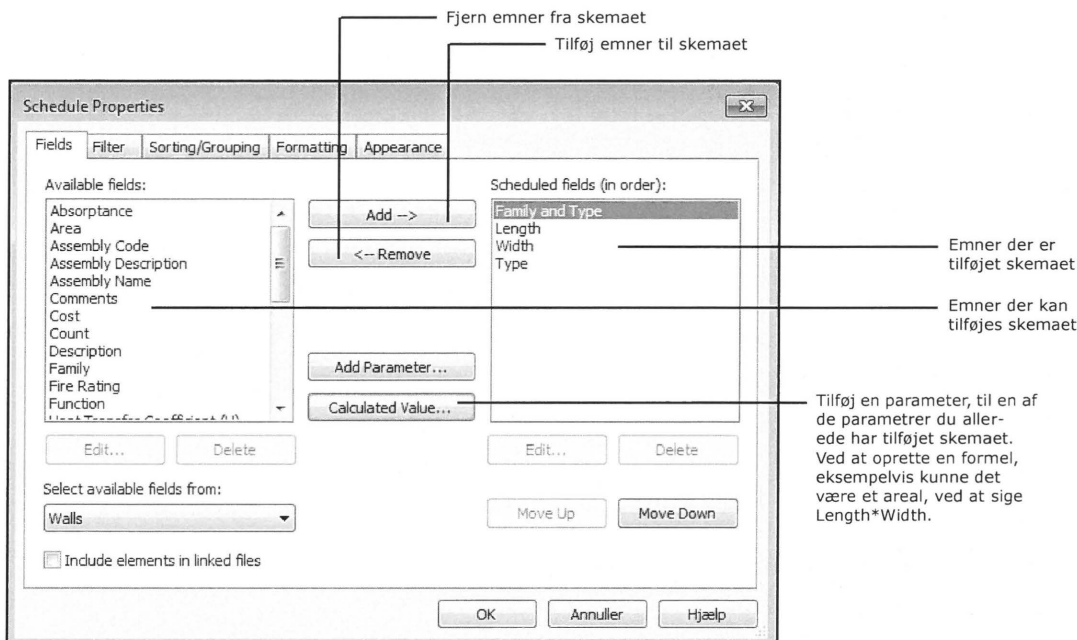

Fig. 11.06. Schedule Properties.
- Vælg hvilke emner der skal tilføjes skemaet eksempelvis som på Fig. 11.06.